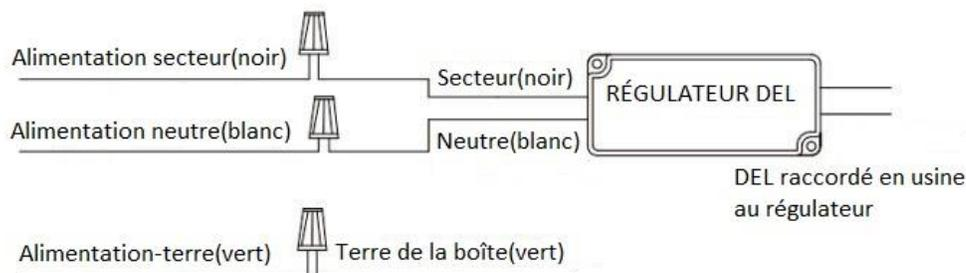

Figure 4: Directives de câblage
- Branchez correctement les fils. Voir la Figure 4: Directives de câblage